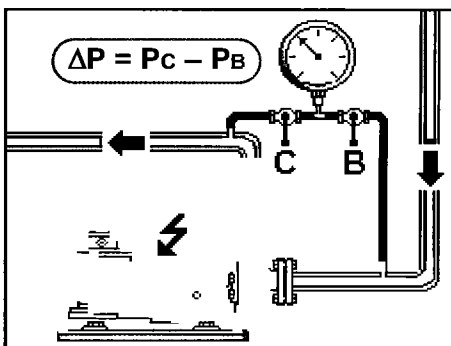

Рис. 76.5.
*Для того, чтобы измерить напор насоса, наиболее предпочтительно использовать схему с **ОДНИМ МАНОМЕТРОМ** (см. рис. 76.5): при такой схеме исключаются ошибки, обусловленные разностью уровней, а также разными значениями погрешностей измерения двух разных манометров.*